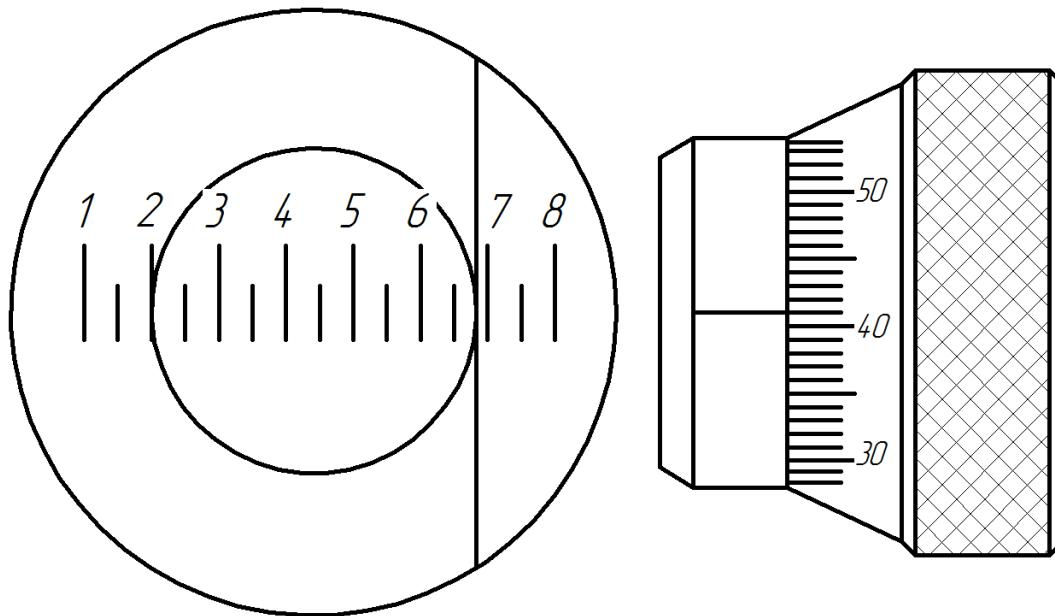

Рисунок 2.5 – Пример измерения
*Примечание: Если при измерении диаметра отпечатка, вторая линия устанавливается касательно к противоположной стороне отпечатка и при этом прошла более половины основного деления в 1 мм, то к полученному значению необходимо добавить 0,5 мм и рассчитать диаметр следующим образом (рис.2.5).*